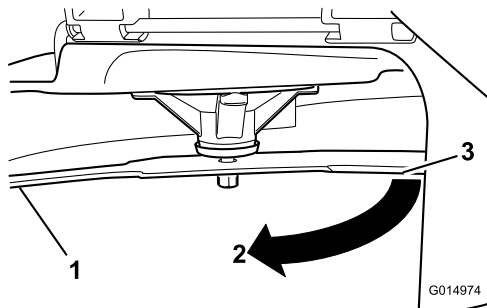

Figura 56
3. Segunda distancia medida entre cuchilla y superficie (B)
4. Gire la misma cuchilla 180 grados de manera que el otro extremo esté en la misma posición (**Figura 56**).